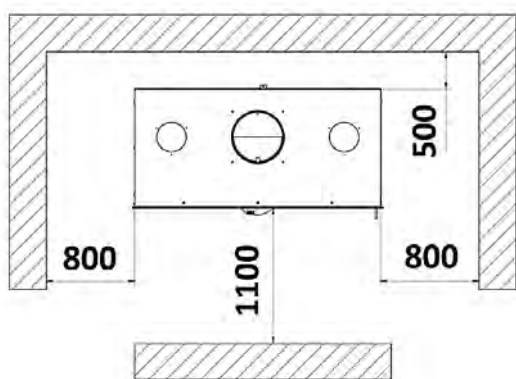

FIG. 8
- Maintenez éloignés tous les matériaux combustibles (meubles, rideaux, vêtements, etc.) à une distance minimum de sécurité de 0,90m. (Fig. 8)